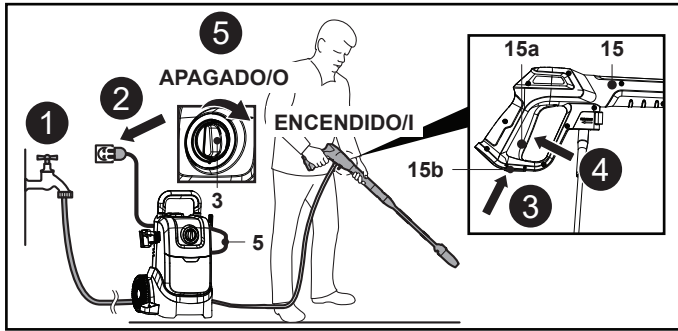

Fig. 17
1. Abra el grifo para que el agua fluya hacia la bomba (Fig. 17, paso 1).
2. Conecte el cable de alimentación (5) a la fuente de alimentación y asegúrese de que el interruptor giratorio de encendido / apagado (3) está en la posición de apagado (Fig. 17, paso 2).
3. Tire del bloqueo del gatillo (15b) situado en la parte inferior de la pistola pulverizadora (15) para desbloquear el gatillo de la pistola pulverizadora (15a) (Fig. 17, paso 3).
4. Presione completamente el gatillo (15a) hasta que salga un flujo constante de agua para eliminar el aire de la máquina y de la manguera de suministro de agua (Fig. 17, paso 4). A continuación, suelte el gatillo de la pistola pulverizadora (15a).
5. Encienda la máquina ajustando el interruptor giratorio de encendido / apagado (3) a la posición "I" (Fig. 17, paso 5).